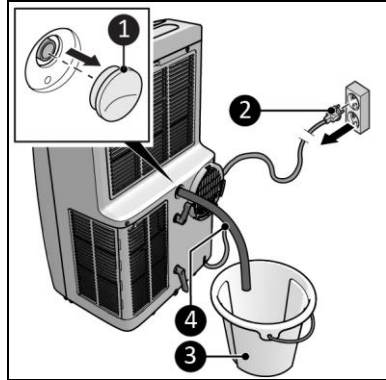

Abbildung 14
2. Bei längerem Heizen den Wasserablaufschlauch montieren (Abbildung 14).
1. Stellen Sie sicher, dass das Gerät ausgeschaltet und der Stecker aus der Steckdose gezogen ist (Abbildung 14, Pos. 2).
2. Entfernen Sie den Gummistopfen vom Abfluss des Geräts und bewahren Sie ihn an einem sicheren Ort auf (Abbildung 14, Pos. 1).
3. Verbinden Sie den mitgelieferten Wasserablaufschauch mit dem Abfluss des Geräts (Abbildung 14, Pos. 4).
4. Platzieren Sie den Auslass des Wasserablaufschauchs in einen Eimer (Abbildung 14, Pos. 3).
Bei längerem Heizen den Wasserablaufschlauch montieren (Abbildung 14).